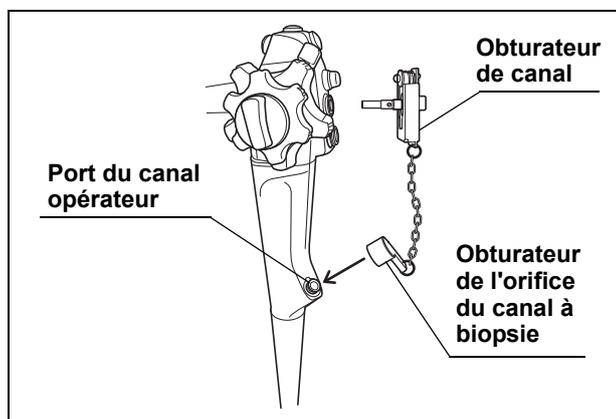

Figure 5.33
(Voir Figures 5.33, 5.34 et 5.35)
1. Fixez l'obturateur de canal (MH-944) et l'irrigateur tous canaux (MH-946) à l'endoscope. (Voir Figures 5.33 et 5.34)